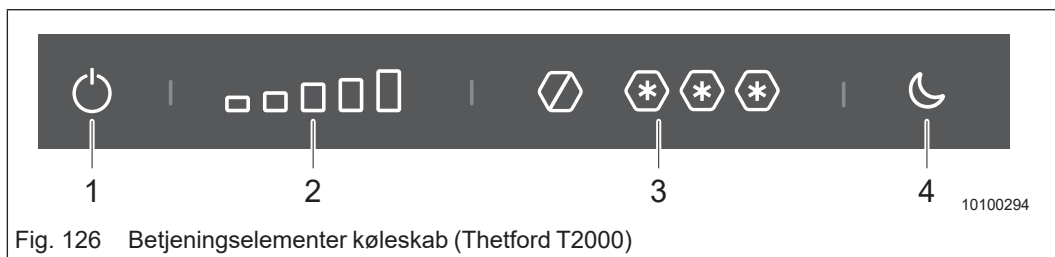

Fig. 126 Betjeningsselementer køleskab (Thetford T2000)
➔ Tryk på "TIL/FRA" (Fig. 126/1) i og hold den inde nogle sekunder.
- ➔ Lås betjeningspanelet op. Tryk på området for køleskab (Fig. 126/2), fryser (Fig. 126/3) eller nattedrift (Fig. 126/4) i flere sekunder, indtil symbolerne blinker.
- ➔ Tryk på temperatursymbolerne (Fig. 126/2 eller 3) for at vælge det ønskede køleniveau.